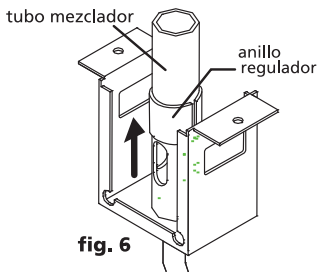

fig. 6
- Si en su quemador no esta incorporado el tubo mezclador. Para su regulación retire las parrillas superiores, los quemadores y la cubierta; luego deslice el anillo regulador hacia arriba de modo que aumente la entrada de aire. **(fig. 6)**